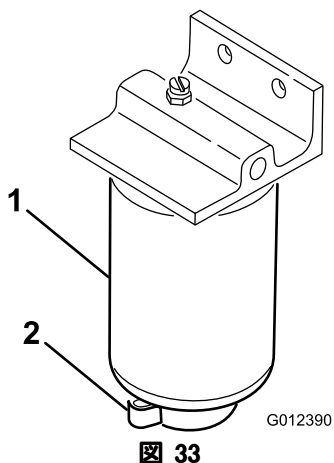

図 33
1. 燃料フィルタの下に汚れのない容器をおく (図 33)。
1. フィルタ容器(図 33)の周辺をウェスできれいにぬぐう。